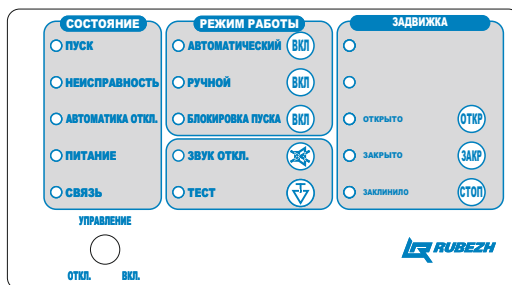

Рисунок 4- Панель управления ШУ
1.5.9 На лицевой стороне ШУ расположены индикаторы и органы управления с защитой от несанкционированного доступа. Все индикаторы и органы управления разделены на три группы **СОСТОЯНИЕ, РЕЖИМ РАБОТЫ** и **ЗАДВИЖКА** (Рисунок 4).